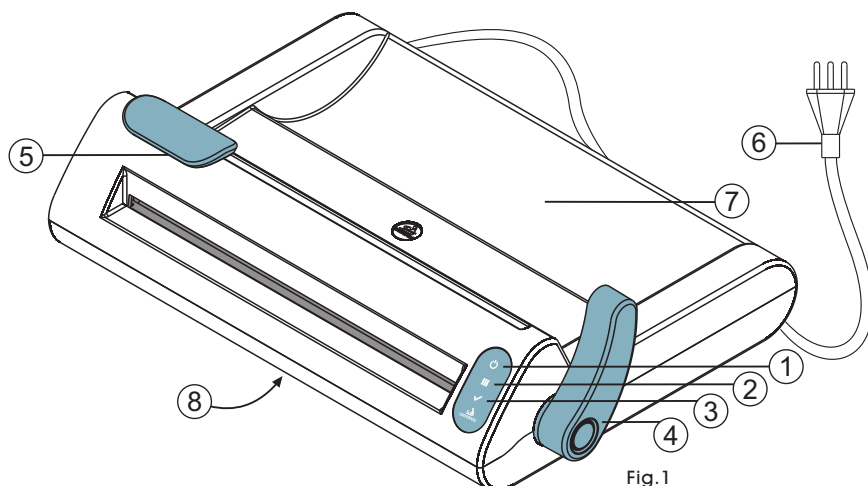

Fig. 1
▶ A Seladora Cristófoli é **bivolt automático** (pode ser usada tanto em redes de 127V quanto 220V), conforme indicado no rótulo de identificação, que se encontra na parte inferior do equipamento (Fig. 1).
1▶ Conecte o cabo de energia à rede elétrica e pressione por três segundos para ligar o equipamento, 3 bips soarão e o LED estará piscando, indicando que a seladora está em fase de aquecimento. Ao atingir temperatura de selagem (aproximadamente três minutos com a **alavanca levantada**, Fig. 1), serão emitidos 2 bips e o LED permanecerá aceso, indicando que a seladora está pronta para ser utilizada.
2▶ Insira a ponta do papel grau cirúrgico através da entrada de selagem, **sempre com o lado do papel para baixo e a parte plástica para cima**, puxe pelo outro lado e então repouse o rolo no alojamento para rolos (Fig. 1). Puxe o papel para que este seja selado no tamanho desejado.